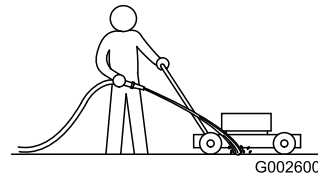

Figura 18
3. Cu motorul pornit și lama cuplată, direcționați un jet de apă în faa roii **dreapta**, spate (Figura 18).